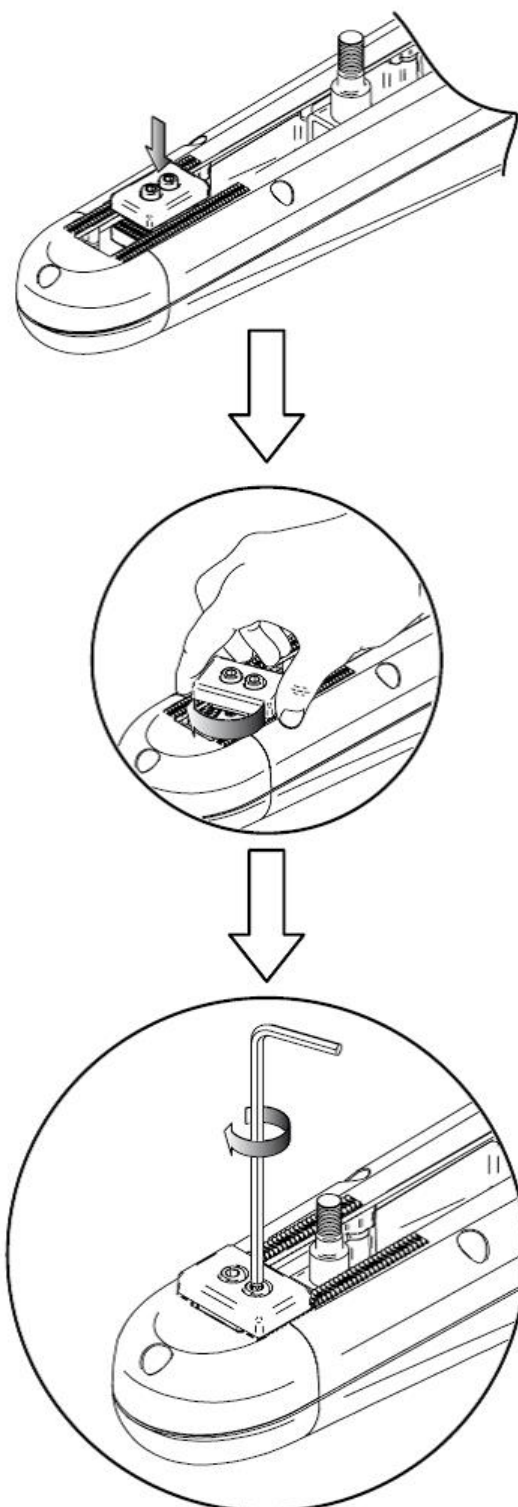

Rys. 22
11. Po zamocowaniu centralki wyjmujemy z opakowania siłowniki. Przed przystąpieniem do mocowania siłowniki należy wysprzęglić (aby trzpień można było przesunąć po śrubie ślimakowej wewnątrz siłownika). W tym celu otwieramy kłapkę zabezpieczającą, wkładamy kluczyk (załączony w zestawie) i obracamy go o $\frac{1}{2}$ obrotu (Rys. 22).